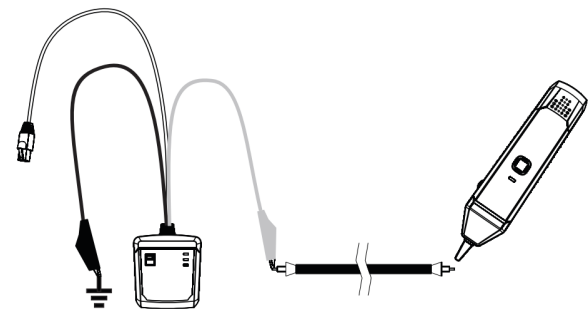

Рис. 2. Обнаружение кабеля
6. Обнаружение кабелей (см. рисунок 2)